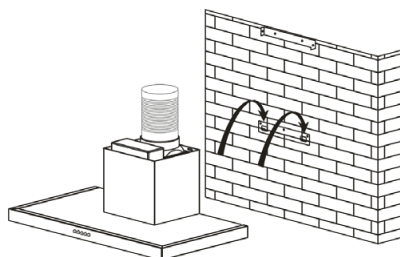

fig. 4
- Posez et fixez le corps de la hotte sur ce support avec les vis prévues en dotation (fig. 4).